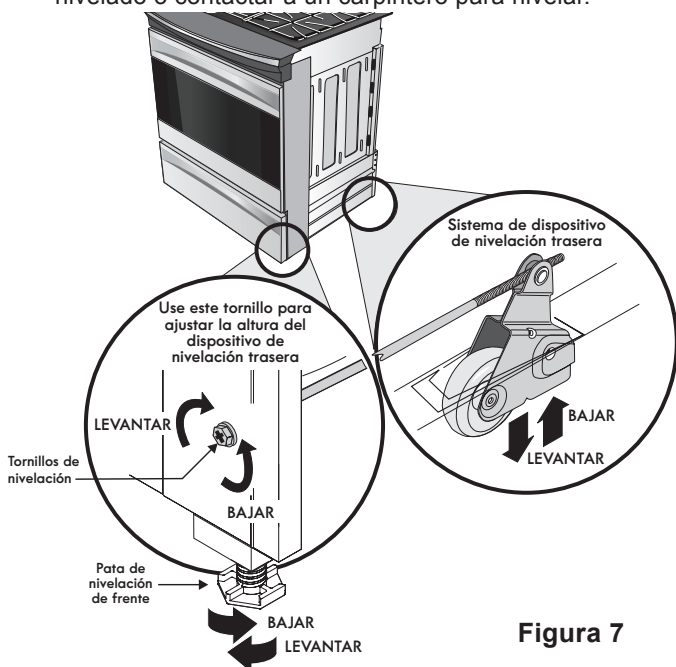

Figura 7
2. Baje el aparato, las patas de nivelación alternamente, hasta que la parte baja de la superficie de cocción repose sobre el mostrador (figura 7).